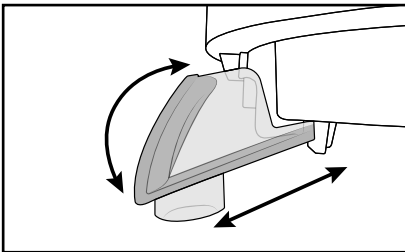

Bild 1
- 1) Sätt behållaren för pressrester **6** i rätt fäste på juicebehållaren **5**. Juiceutloppet **11** måste sitta mitt emot behållaren. Stick först in kroken i det lilla hålet på juicebehållaren **5**, fäll sedan upp och tryck in den i fästet (se bild 1).
- Ta av juiceutloppet **11** från juicebehållaren **5** innan det rengörs (se bild 1).